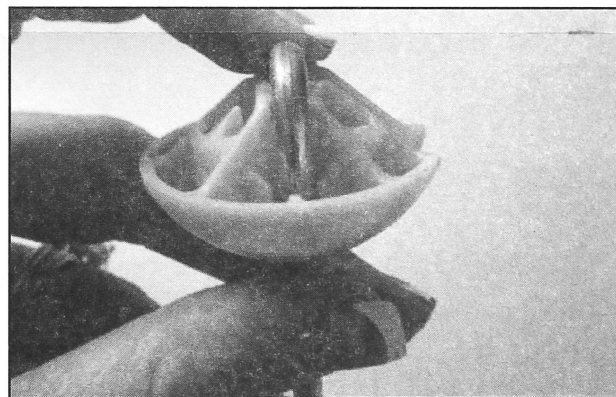

FIGURA 4
5. Alinee el extremo del gancho de la barra del amortiguador de suspensión dentro de la cavidad en la esfera de suspensión. Vea la *Figura 4*.